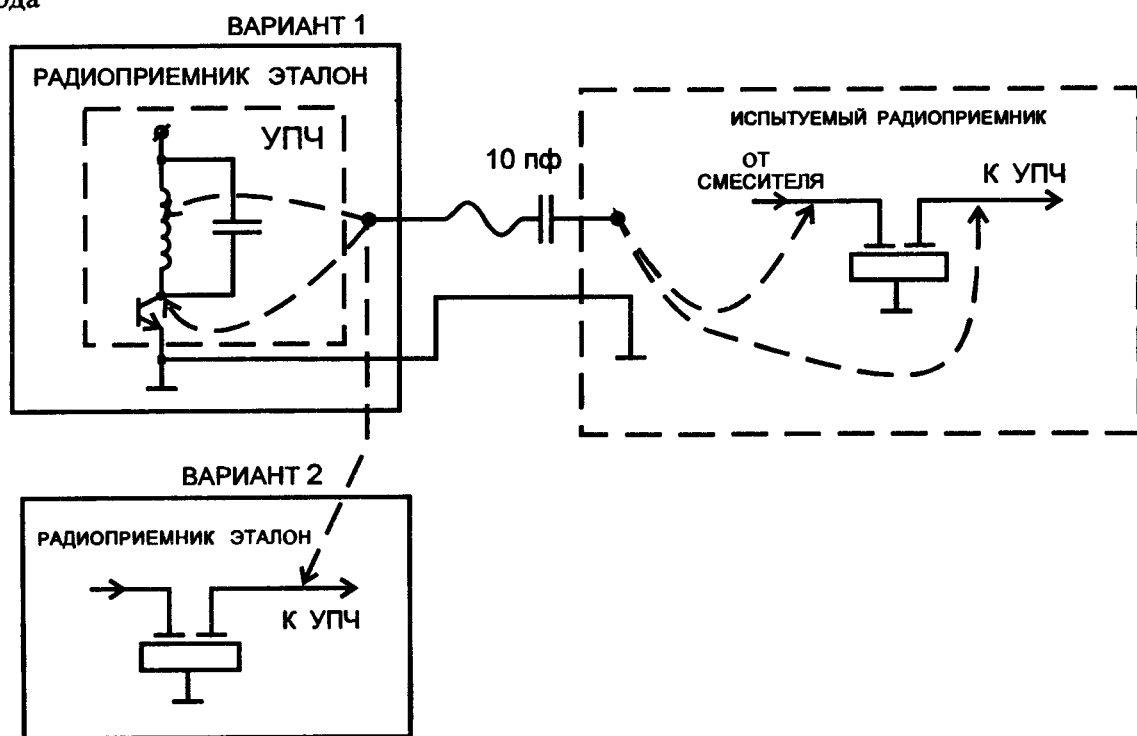

Рис.7
2. Там, где находятся ПЧ-фильтры (3х выводные залитые пьезофильтры), на вход-выход фильтров подать сигнал ПЧ (см. рис.7) или коснуться отверткой того же вывода